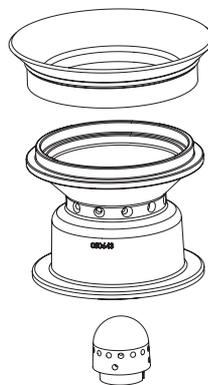

Fig. 45 Cono parte superiore e inferiore, spina aria primaria
- ▶ rimontare il bruciatore nella sequenza inversa – Fig. 45.